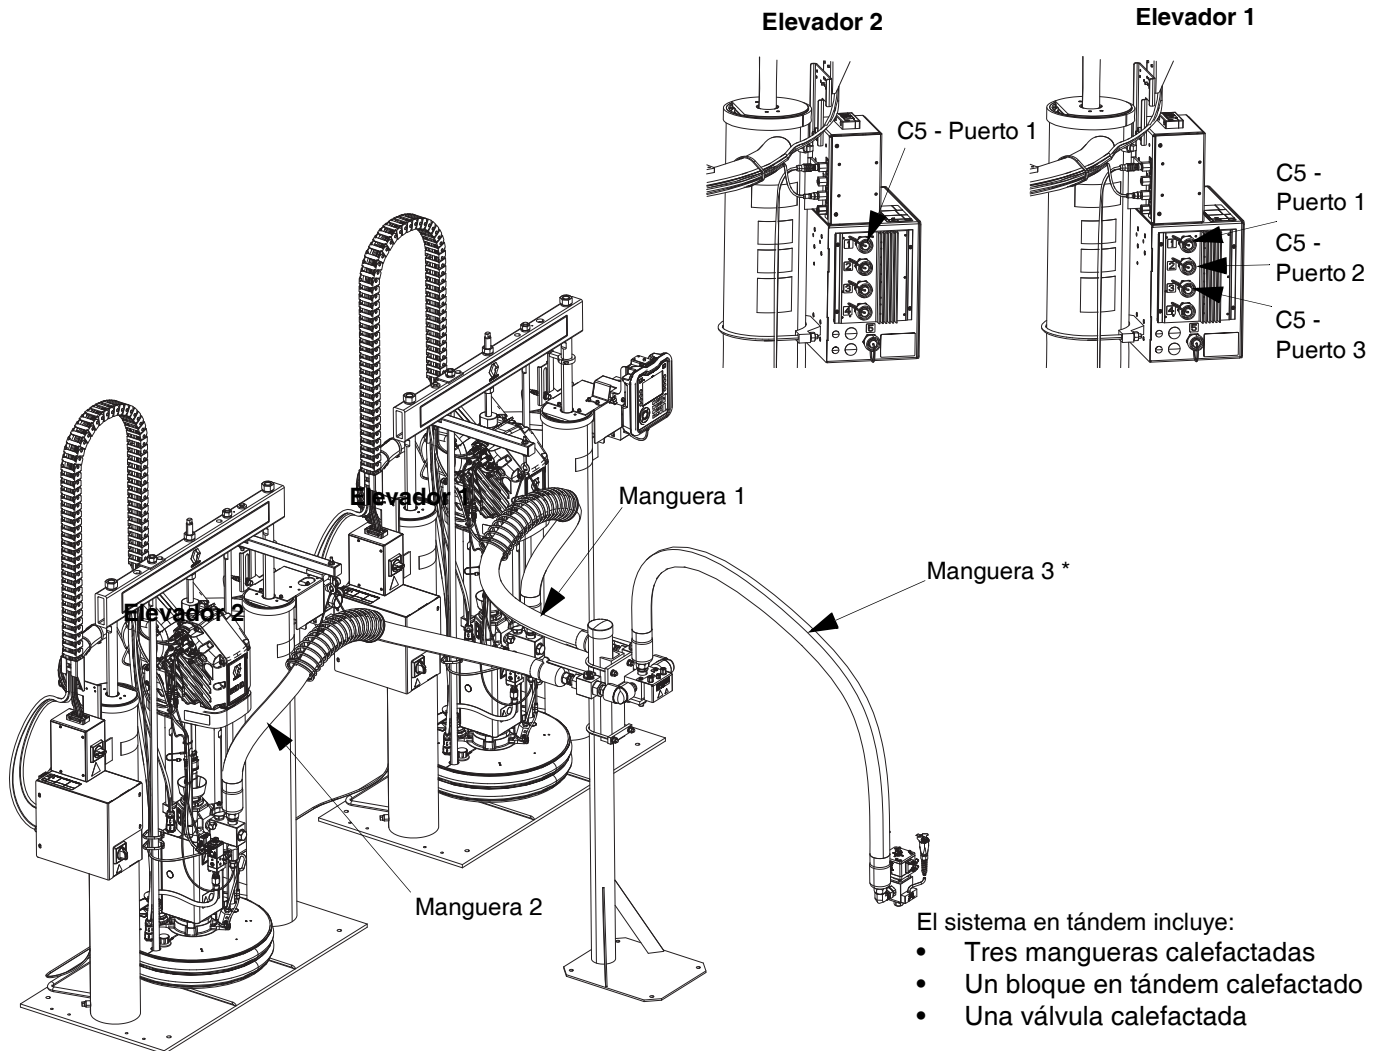

FIG. 26
- Válvula calefactada: conexión eléctrica cuadrada de la manguera 4 a la válvula dosificadora axial (B).
- Bloque en tándem calefactado: conexión eléctrica cuadrada desde la manguera 1 o la manguera 2 al bloque en tándem calefactado (R). Consulte la FIG. 26.